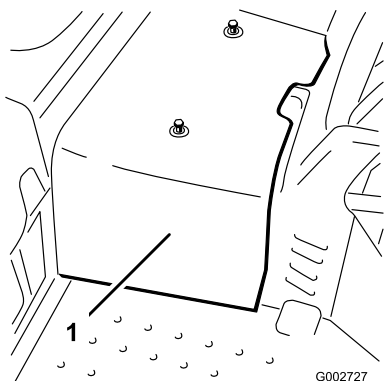

Figura 47
2. Desaperte os dois parafusos que fixam o resguardo central à máquina e retire o resguardo (Figura 47).